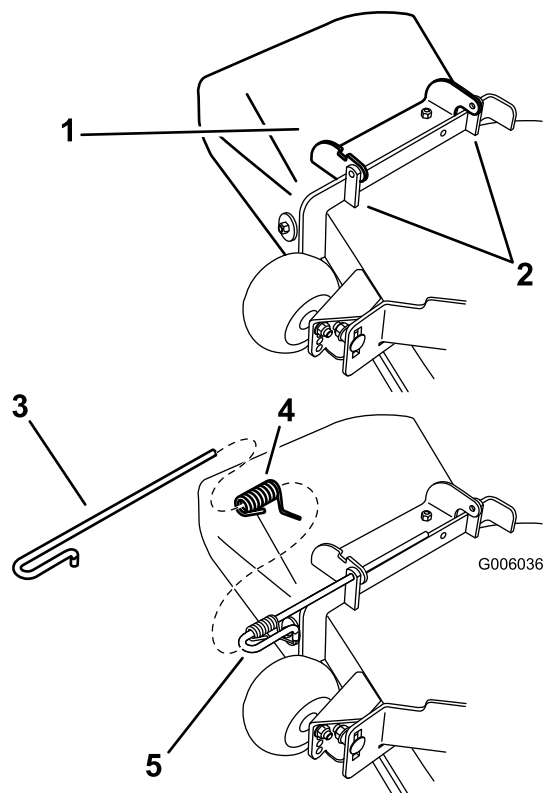

Bild 76
1. Entfernen Sie die Feder von der Kerbe in der Ablenkblechhalterung und schieben Sie die Stange aus den geschweißten Mähwerkhalterungen, der Feder und dem Auswurfablenkblech (Bild 76). Entfernen Sie defekte oder abgenutzte Auswurfkanäle.
- Positionieren Sie das neue Auswurfablenkblech mit den Halterungsenden zwischen den geschweißten Halterungen am Mähwerk, wie in Bild 76 dargestellt.